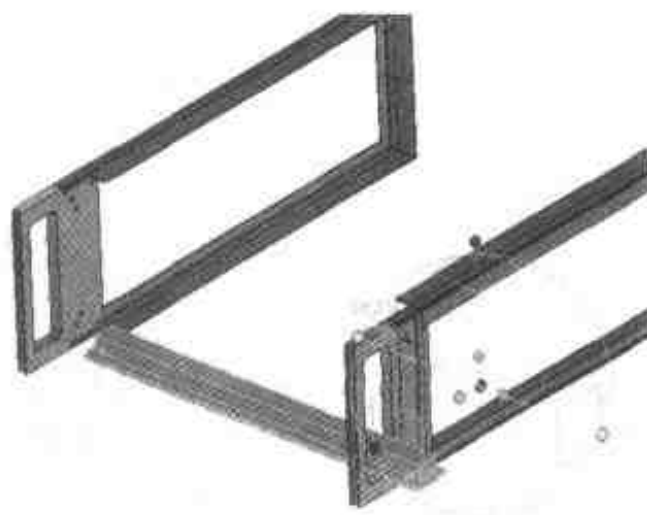

图 4.133 移动面板挡条
- (1) 选择【文件】|【插入】|【零件/装配】命令, 将书附光盘\score\example\jixie\4\面板挡条”零件插入到目前的环境。
- (2) 选择面板挡条零件, 用三维球工具将手把零件的空间位置调整到如图 4.133 所示的位置。